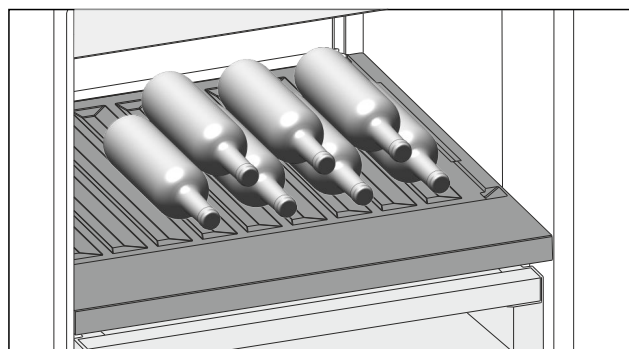

Fig. 145
- Lägg in flaskorna med botten bakåt mot bakväggen. (se *Fig. 145*)